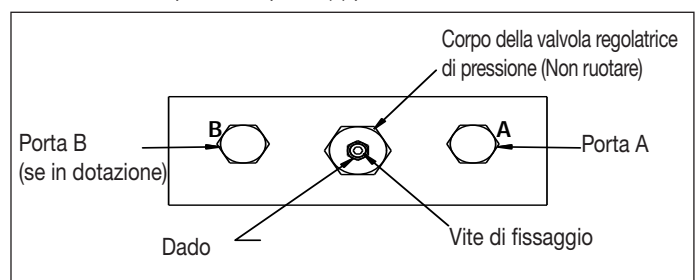

Figura 25: Dettagli sulla regolazione
1. Installare un manometro da 0-1.035 bar [0-15.000 psi] sulla porta "A" (vedere la Figura 25).